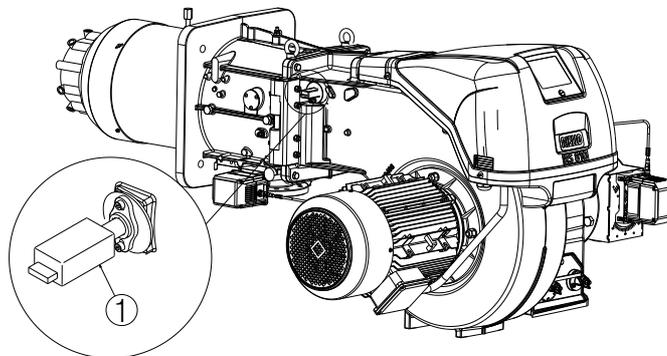

Fig. 31
- extraer el detector de llama 1)(Fig. 31);